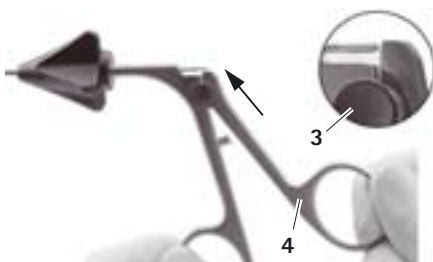

Fig. 10
- Spingere verso l'alto la parte mobile dell'impugnatura 4 afferrando contemporaneamente l'inserto di lavoro 7 finché il pulsante 3 scatta, vedere Fig. 10.